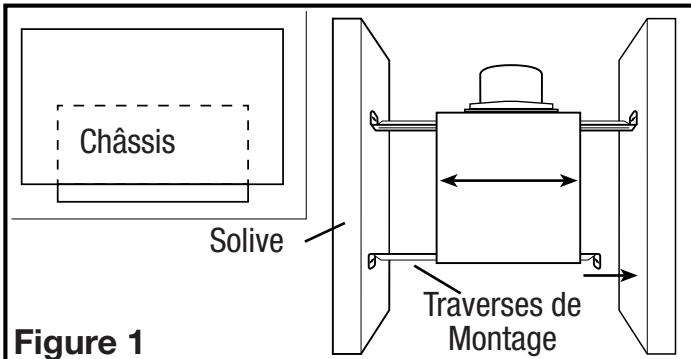
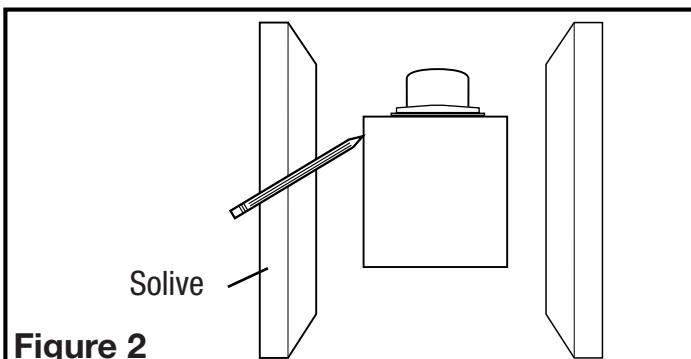

Figure 1
Figure 2
- Installez les rails dans le canal de montage sur le boîtier. Centrez le canal de montage dans les fentes sur le boîtier, puis de l'intérieur du boîtier, serrez les écrous de montage de sorte que le canal soit bien en place. Placez le boîtier à côté de la solive. Aligner le châssis pour qu'il soit de niveau avec le plafond fini. Fixez les extrémités des rails aux solives avec des vis ou des clous (non inclus) et glissez le boîtier dans la position finale (**Figure 1**).
- Placer le boîtier en place entre les solives et tracez un contour sur le matériau du plafond (**Figure 2**). Mettez le boîtier de côté et découpez l'ouverture, en faisant attention de ne pas couper ou endommager les installations électriques ou d'autres utilités masquées. Installez les rails dans le canal de montage sur le boîtier. Centrez le canal de montage dans les fentes sur le boîtier, puis de l'intérieur du boîtier serrez les écrous de montage de sorte que le canal soit bien en place. Positionnez le boîtier dans le trou préalablement découpé de sorte qu'il soit aligné avec le plafond fini. Fixez les extrémités des rails aux solives (**Figure 1**).